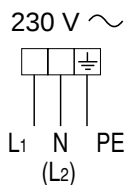

Fig. 9.3
- Collegare i cavi alla morsettiera **"B"** secondo lo schema delle figure 9.3 e 9.4; o i cavi di fase alla morsettiera **"B"** ed il cavo di terra al morsetto **PE** (fig. 9.1/2).